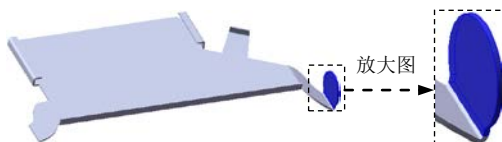
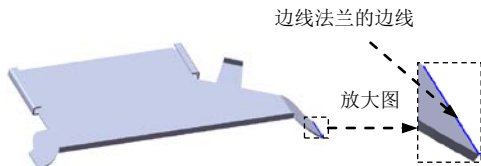

图 6.34 边线—法兰 6
图 6.35 边线法兰边线
Step15. 创建图 6.34 所示的钣金特征——边线—法兰 6。
- (1) 选择命令。选择下拉菜单 **插入(I)** → **钣金(H)** → **边线法兰(E)...** 命令（或单击“钣金”工具栏中的“边线—法兰”按钮 ）。
- (2) 定义特征的边线。选取图 6.35 所示的模型边线为生成的边线法兰的边线。